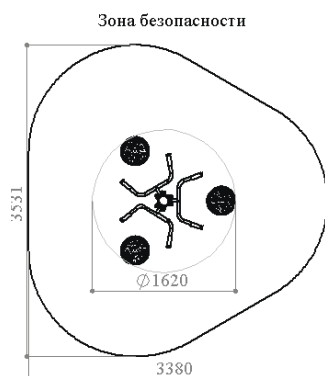

Рисунок 1. Минимальная зона безопасности тренажера «Твистер стоя»
1. Используйте изделие по назначению. 2. Дети до 14 лет допускаются до эксплуатации изделия только под руководством аттестованного инструктора. 3. Проводить визуальный осмотр изделия и проверять крепежные соединения - ежедневно. 4. Согласно ГОСТ Р 57538-2017 тренажер имеет зону безопасности. См. рис. 1. Зона безопасности должна предоставлять пользователю достаточно места для того, чтобы использовать тренажер для предназначенных упражнений.